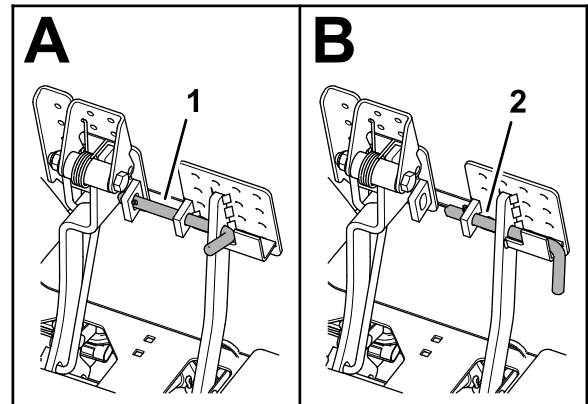

Figure 148
2. Débloquez le verrou des pédales de frein (Figure 148) pour les rendre indépendantes l'une de l'autre.